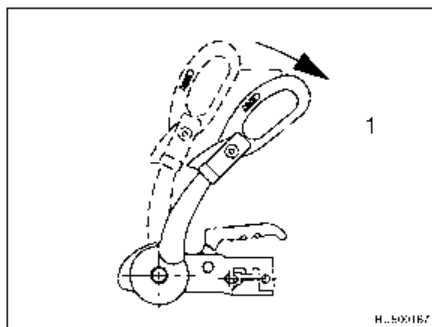

Fig. 177 Tirador de estabilización
- Abrir el tirador de estabilización (Fig. 177,1).